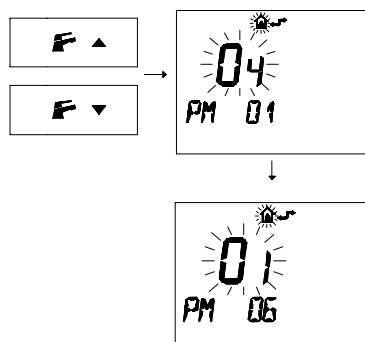

Figura 8.14
- Premere i pulsanti e per visualizzare la programmazione "PM06" Tipo gas secondo livello (Figura 8.14).